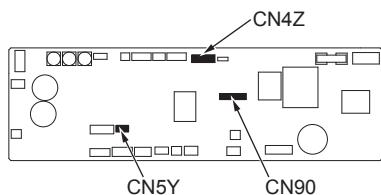
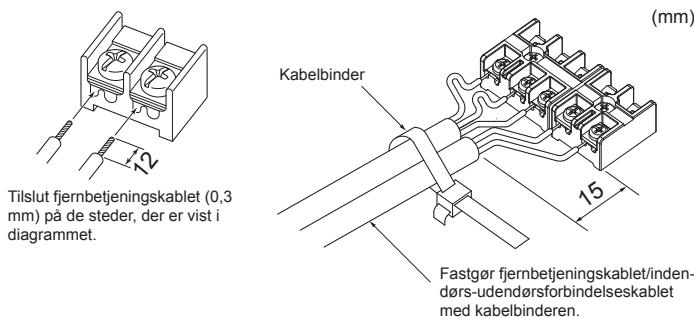

Fig. 4-2
Fig. 4-3
4.1. Indendørsenhed (Fig. 4-1, Fig. 4-2, Fig. 4-3)